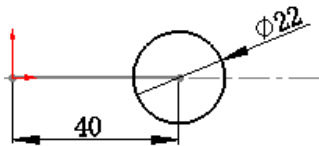

图 11.4.14 弯管截面
Step2. 创建弯管截面。选择下拉菜单**插入(I)**  **草图绘制**命令，系统弹出“编辑草图”对话框；选取上视基准面为草图基准面；在添加“40”和“ $\varnothing 22$ ”尺寸时，在“尺寸”对话框的**主要值(V)**区域的文本框中分别将两个尺寸命名为“折弯半径”和“直径”；选择下拉菜单**插入(I)**  **退出草图**命令，完成弯管截面的绘制；右击设计树中的**草图2**，在系统弹出的快捷菜单中选择**特征属性...**命令，此时系统弹出“特征属性”对话框。在**名称(N):**的文本框中将名称“草图 2”更改为“弯管截面”，单击**确定**按钮，结果如图 11.4.14 所示。